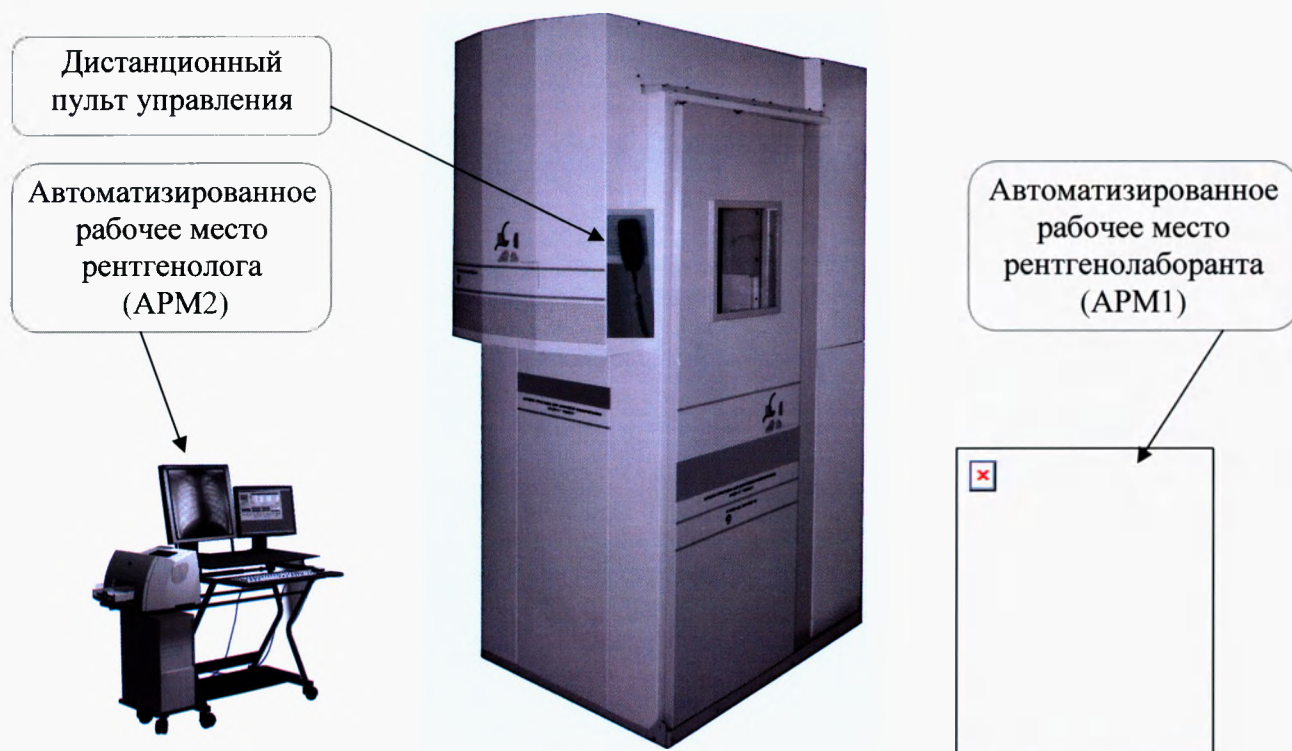

Рисунок 3 - Общий вид флюорографа с металлической кабиной
Общий вид флюорографа показан на рис. 3,3.1.
4.6 На **двери** установлено рентгенозащитное стекло со свинцовым наполнителем. Закрытие и открытие двери осуществляется с дистанционного пульта управления (рис.3).